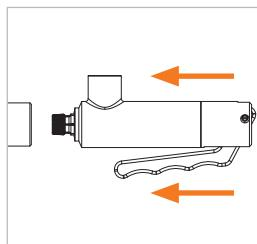

Abbildung 6
- ▶ Stecken Sie den Adapter mit gedrückten Handhebel (Pos. 2) gerade und soweit in den Prüfling ein, bis die Frontdichtung (Pos. 7) den Prüfling berührt (*Abbildung 6*). Dadurch wird eine Beschädigung der Frontdichtung durch eventuell scharfe Kanten am Prüfling vorgebeugt und das richtige Anschließen gewährleistet.